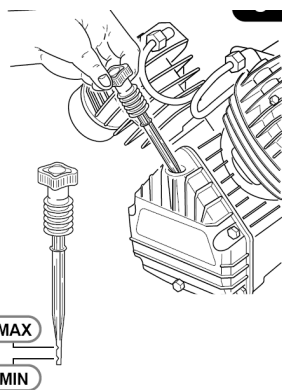

Fig. 6: tijă de sondare
Scoateți închiderea de la carcasă și introduceți tija de sondare-nivel de ulei (fig.6).
- Asigurați-vă cu atenție că nivelul de ulei se află între valoarea minimă și maximă a tijei de sondare (fig. 6).